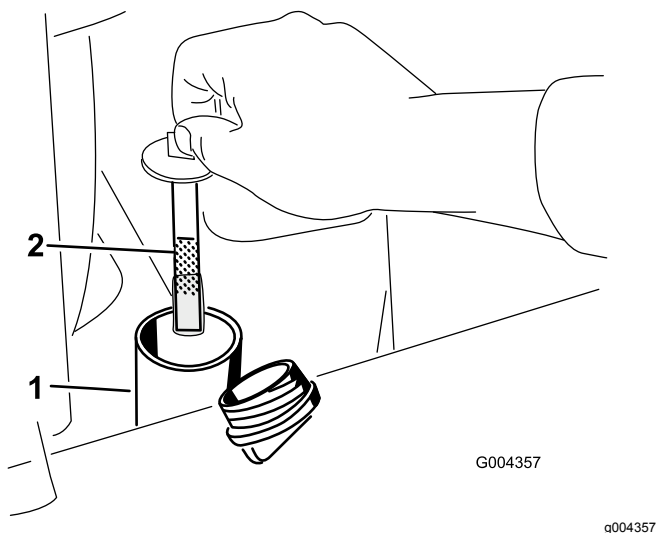

Figure 59
- Enlevez le bouchon du goulot de remplissage et vérifiez le niveau de liquide sur la jauge (Figure 59).